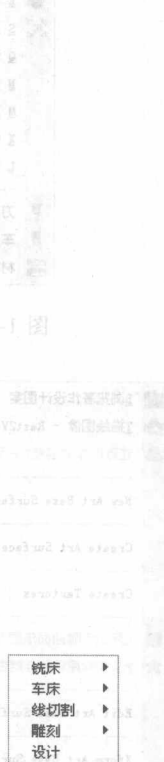

图 1-9 机床类型菜单项
(8) **【机床类型】**：该菜单用于选择功能模块，对于选择设计模块，可以直接选择进入；对于其他模块，则需要选择对应的机床，间接进入相应模块，如图 1-9 所示。